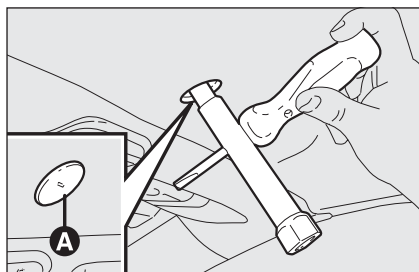

fig. 70
- ☐ togliere il tappo di plastica **A-fig. 70** posto al centro della finizione;
- ☐ utilizzare l'apposita chiave a tubo ubicata nel bagagliaio ed il cacciavite in dotazione (**fig. 70**) e ruotare il dado per chiudere le serrature anteriori della capote (un quarto di giro in senso antiorario);